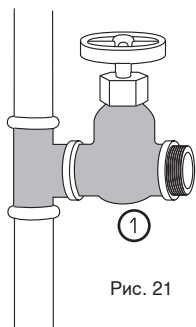

Рис. 21
Подводка холодной воды должна быть модифицирована при помощи тройника для присоединения запорного вентиля (рис. 21) ①. Тройник должен иметь наружную резьбу размера 1/2". Более подробная информация приведена далее.